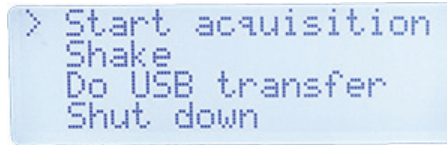

Abbildung 4-6 Menü
1. Schalten Sie den WLAN-konfigurierten BTX III ein und warten Sie bis das Menü angezeigt wird (Abbildung 4-6 auf Seite 68).